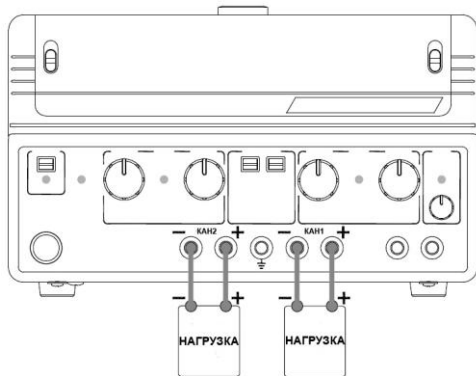

Рис. 7.1 Подключение нагрузки в независимом режиме для каналов 1 и 2
- Проверить полярность подключения. Подсоединить к выходным клеммам ведущего/ведомого источника внешнюю нагрузку в соответствии с рис. 7.1